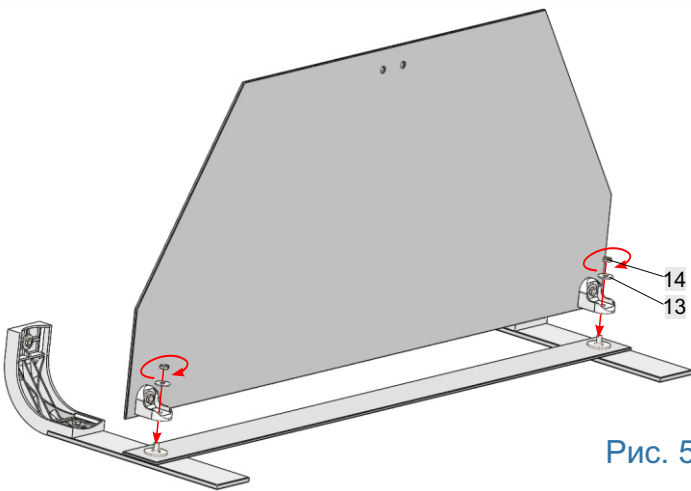

Рис. 5
5. Прикрепить **дет.2** к **дет.3**, как показано на рис. 5, с помощью шайб (**13**) и гаек (**14**).